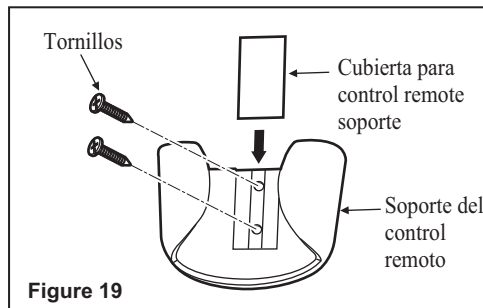

Figure 19
**Step 2.** Sujeta el soporte del control remoto con los dos tornillos de montaje del soporte del control remoto. (Fig. 19)